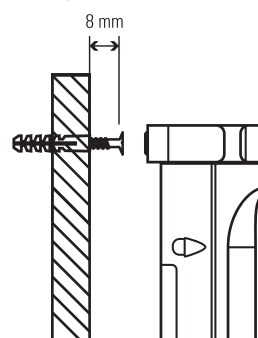

Fig. 3. Montage mural.
- ① Câble d'alimentation.
- ② Interrupteur réarmable.
- ③ Interrupteur de mise sous/hors tension.
- ④ Bases de prises avec dispositif de sécurité pour enfants.
- ⑤ Socle de prises « Master » avec dispositif de sécurité pour enfants.
- ⑥ Socle de prises « Slave », avec dispositif de sécurité pour les enfants.
- ⑦ Enrouleur de câbles intégré, orientable et pouvant être fixé au mur (voir Fig. 3 et Fig. 4).
- ⑧ Connecteur de chargeur rapide USB-A, 20 W.
- ⑨ Connecteurs de chargeurs rapides USB-C, 20 W.
- ⑩ LED d'indication de fonction MASTER/SLAVE.
- ⑪ Interrupteur de contrôle de la fonction MASTER/SLAVE.
- ⑫ Indicateur lumineux d'activation de la protection du réseau « PROTECTED ».